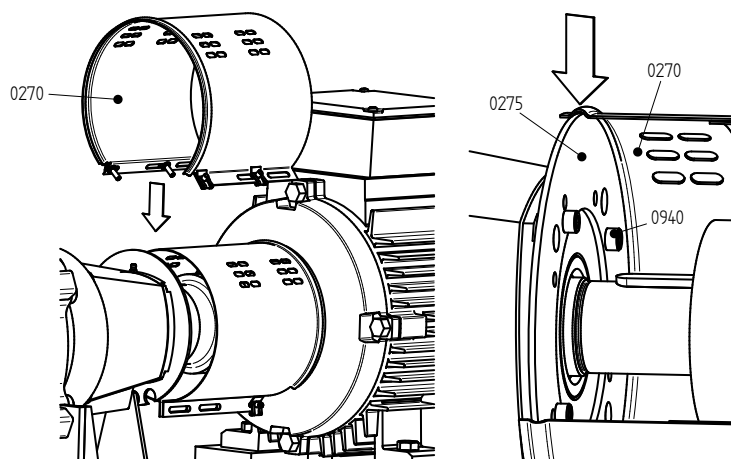

图 16: 将护套安装在泵的侧部。
- 7 拧下螺栓 (0940)，然后将装配板 (0275) 从轴承盖 (2115) 上拆下。对于版本 L5/L6：拧下螺栓 (0940)，然后将装配板 (0275) 从轴承座 (2840) 上拆下。请参阅 图 16。
- 4 使用螺栓 (0940) 将装配板 (0275) 安装至轴承盖 (2115)。对于版本 L5/L6：使用螺栓 (0940) 将装配板 (0275) 安装至轴承座 (2840)。请参阅 图 16。